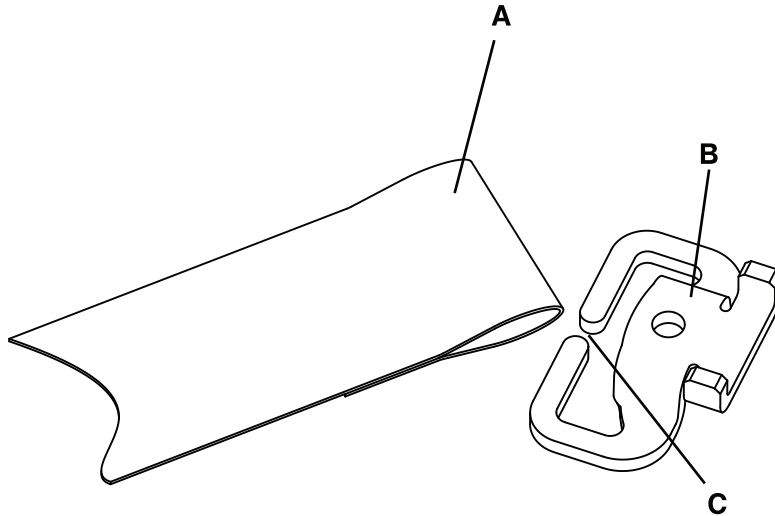

Figura 6-35: Rimozione delle cinghie della cintura
1. Afferrare con una mano l'estremità della cinghia (A) fissata alla staffa. Afferrare con l'altra mano la staffa (B) (Figura 6-35 a pagina 6-54).
2. Manipolare l'anello che si trova all'estremità della cinghia della cintura in modo da sfilarlo attraverso la parte aperta della staffa (C) per staccare la cinghia (Figura 6-35 a pagina 6-54). Eliminare le cinghie della cintura.